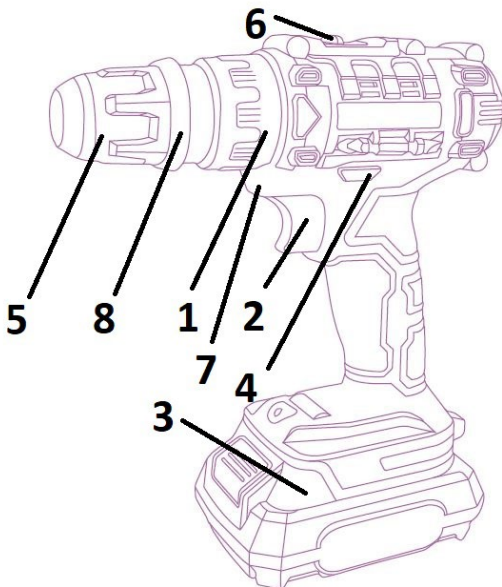

Рисунок 1
4.1.2 Встановіть необхідний крутний момент за допомогою кільця регулятора моменту затягування **(1)** (рис. 1).
4.3 Для увімкнення виробу натисніть на клавішу вимикача (2), (рис. 1). Для вимкнення виробу слід клавішу відпустити. Регулювання швидкості обертання патрону здійснюється ступенем натискання на клавішу вимикача.